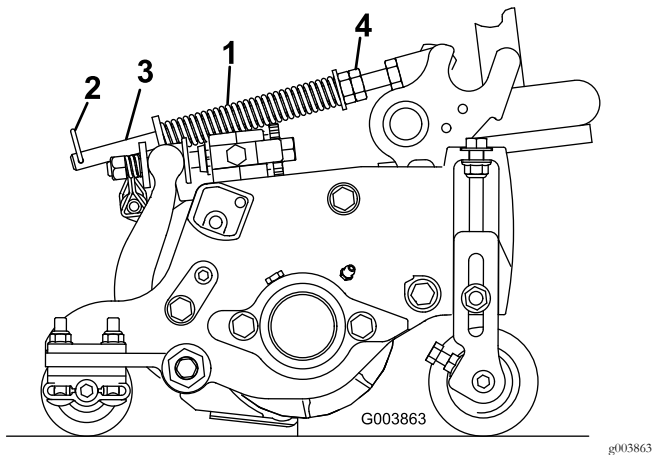

図 16
ターフ補正スプリング(図16)は、カッティングユニットの前から後ろへの「体重移動」を行う働きがあります。これにより、マーセリングやボビングと呼ばれる「波打ったような」仕上がりを防いでいます。
1. スプリングロッドの後穴にヘアピンコッターを忘れずに取り付けてください(図16)。
2. スプリングロッド前部の六角ナットを締め、スプリング圧縮状態の長さが以下の通りになるようにする5インチカッティングユニットでは12.7cm7インチカッティングユニットでは15.9cm(図16)。